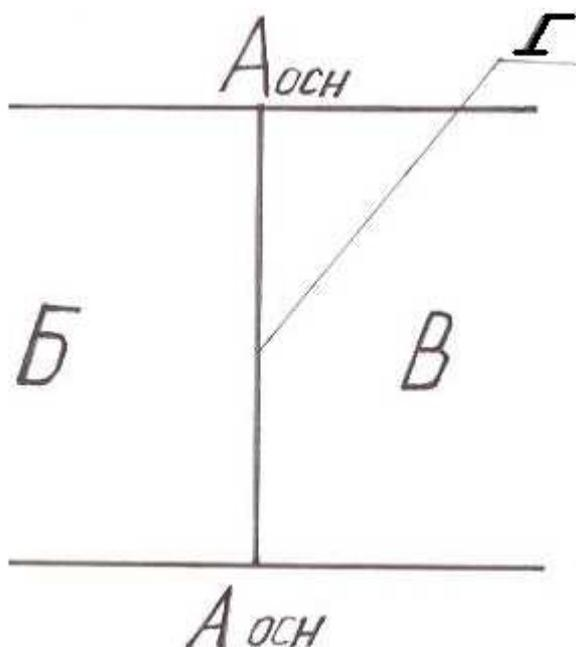

Рис.5 Вертикальные прорезы
*1.Вертикальные прорезы.* Выполняют как две отдельные части (рис.5). Предварительно провязывают определенный участок кулирной гладью основной пряжей. Далее продолжают вязание прокладывая основную пряжу на иглы участка Б, провязывают необходимое количество рядов (в зависимости от длины прореза), затем нить обрывают, переводят каретку на холостом ходу на другую сторону и отвязывают участок В равный участку Б. По достижении необходимой длины прореза Г прокладывание нити осуществляют на все иглы. Концы пряжи у начала и конца прореза используют для ее обметки.